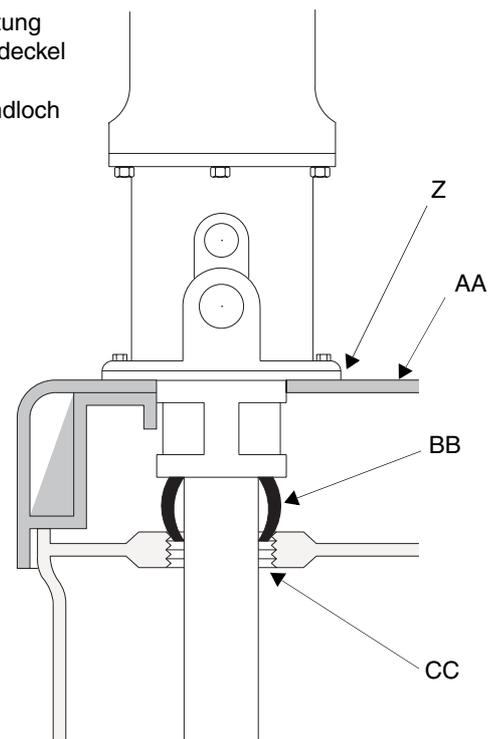

ABB. 9
1. Die Pumpen-Verlängerungsleitung durch Dichtung (Z) und Fassdeckel (AA) stecken. Die Fire-Ball 300 von der Oberseite und die Fire-Ball 425 von der Unterseite aus befestigen. Siehe ABB. 9.
2. Die Gummitülle (BB) mit dem verjüngten Ende nach unten auf die Verlängerungsleitung schieben und nach oben gegen die Pumpenbasis drücken. Siehe ABB. 9.
3. Die Pumpen-Verlängerungsleitung durch das Fassspundloch (CC) führen und den Deckel auf das Fass legen. Siehe ABB. 9.